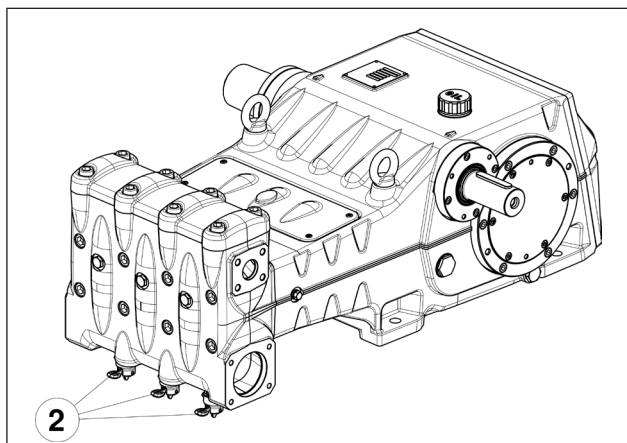
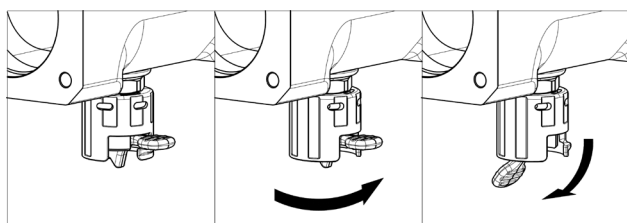

Fig. 9
Fig. 10
En cas de stockage ou d'arrêt prolongé, remettre les soupapes d'aspiration en état de fonctionner en ouvrant les trois dispositifs d'ouverture (voir rep. ② Fig. 9). S'assurer d'avoir refermé les soupapes avant d'amorcer la pompe. Pour les positions de « travail » et de « repos », voir Fig. 10.